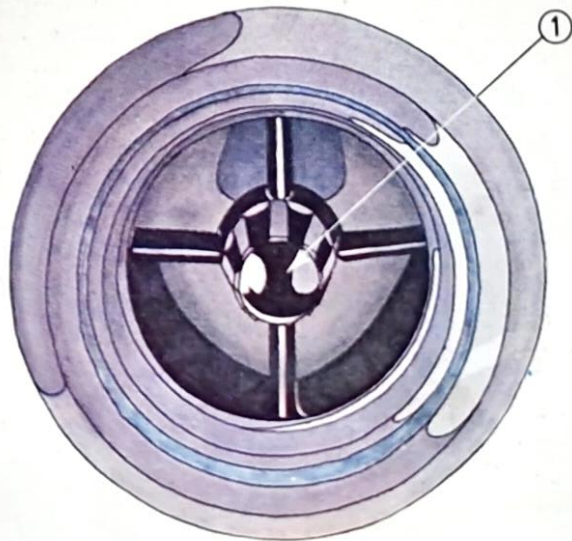

Abb. 20 - Seitlicher Belüfter
**Seitliche in der Richtung einstellbare Belüfter (Abb. 20)**